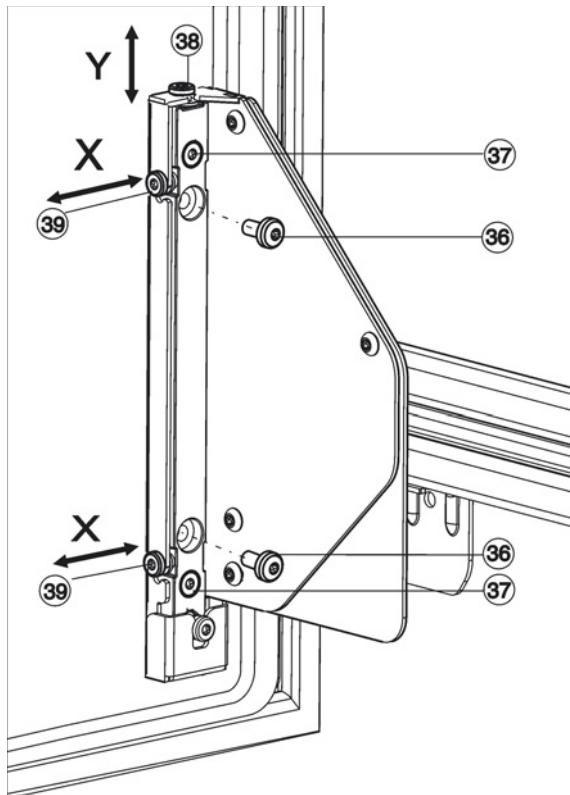

Fig. 27
- ▶ Полностью выкрутите винты Fig. 27 (36).
- ▶ Винты Fig. 27 (36) можно утилизировать, они больше не понадобятся.
- ▶ Отпустите винты Fig. 27 (37) только на 1-2 оборота.
- ▶ Вращайте регулировочный винт (38). По часовой стрелке: дверь сдвигается макс. на 4 мм вверх. Против часовой стрелки: дверь сдвигается макс. на 2 мм вниз.
- ▶ Снова затяните все винты Fig. 27 (37).
- ▶ Если винты Fig. 27 (36) еще имеются, то выкрутите их полностью.
- ▶ Отрегулируйте установочные винты Fig. 27 (39) в зависимости от требуемого бокового направления юстировки.
- ▶ После окончания боковой юстировки снова прочно затяните винты Fig. 27 (37).